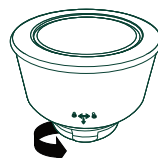
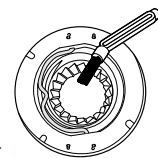

Figure 1
Figure 3
2. Retirez la trémie des grains en tournant dans le sens antihoraire pour la déverrouiller de la machine figure 1).
7. Réglez le réglage de la mouture à « Fine » (0), puis mettez la machine en marche en appuyant sur le bouton d'alimentation.
12. Remettez la molette supérieure et la trémie des grains en les verrouillant en place. Tournez dans le sens horaire (figure 3).